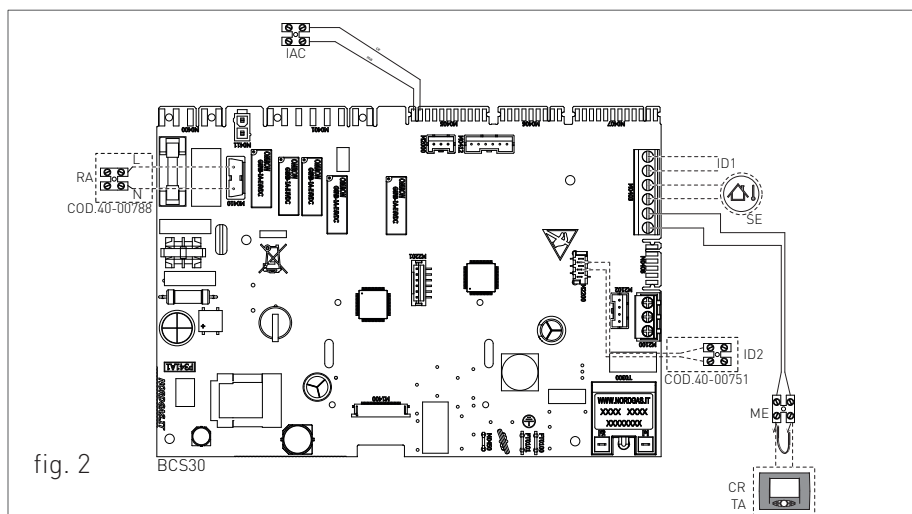

fig. 2
agire sul morsetto esterno 'ME' (vedi fig. 2 e fig.3), che si trova all'esterno del pannello comandi, nel seguente modo:
- › effettuare i seguenti collegamenti (vedi fig. 2).